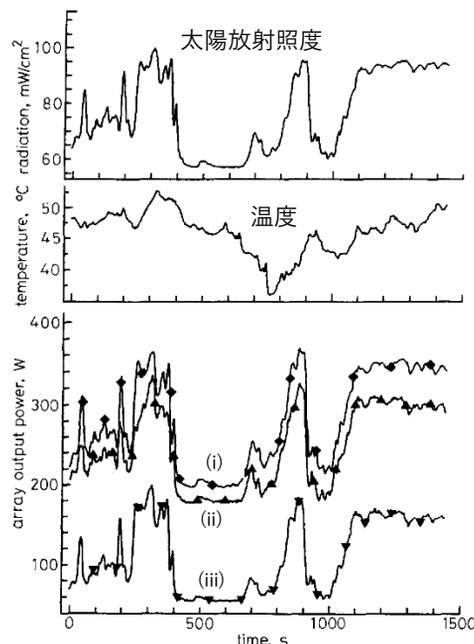

図2 本方式による実証試験
- ▶ 最大電力追従増分コンダクタンス法は、P-V曲線の傾きが最大電力点でゼロになる特性を利用した制御法です。温度や雲量等の諸条件が変化しても、逐次最大電力点に達するまで動作電圧を調整して、出力する電力の効率を大幅に向上できることが明らかになりました（図2）。